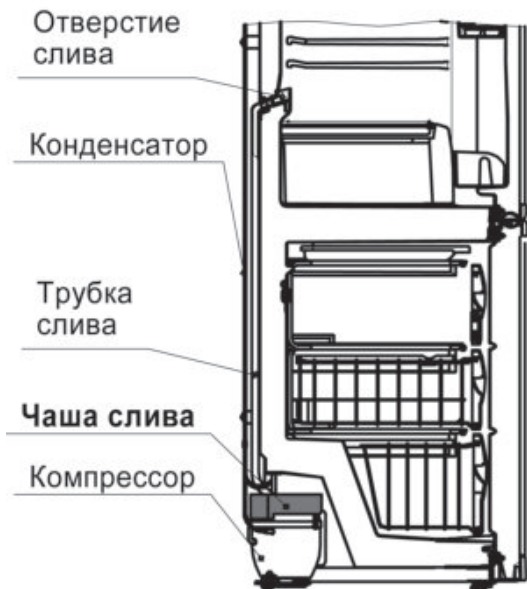

Рис. 4
6.1. Необходимо периодически прочищать отверстие слива талой воды в холодильной камере (рекомендуется мягкая проволока), чтобы вода без препятствий стекала в чашу слива или поддон (рис. 4). Чашу слива и поддон нужно очищать от загрязнения во время уборки холодильника.